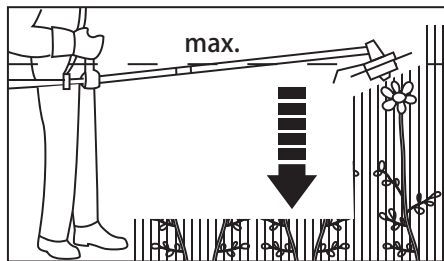

Fig.20
- > Ne levez jamais la tête de coupe au-dessus de la hauteur de vos hanches (Fig.20); plus la tête de coupe est haute, plus le risque de projection d'objets augmente.